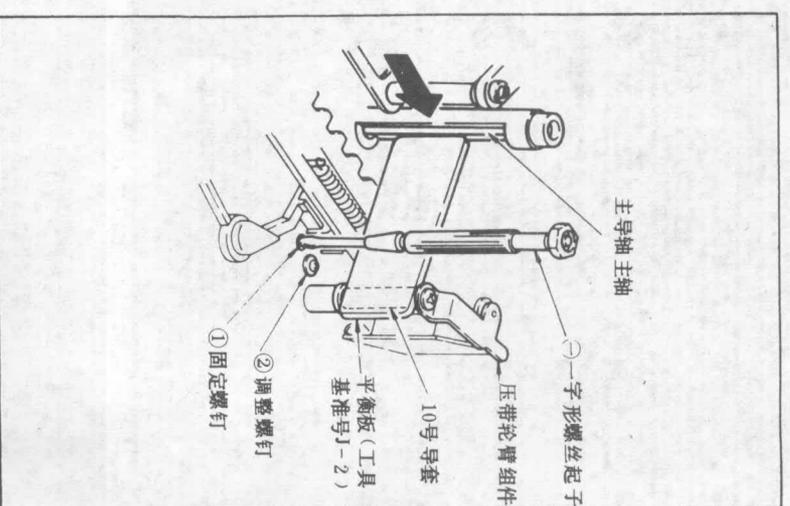

图10 主导轴马达主轴的垂直调整
1) 把平衡板 (工具基准号J-2) 垂直地放在压带轮臂组件的10号导套上, 如图10所示
- 2) 拧松螺钉①。
- 3) 旋转调整螺钉②以便把主导轴主轴调至垂直状态。
- 4) 拧紧螺钉①以固紧主导轴马达。